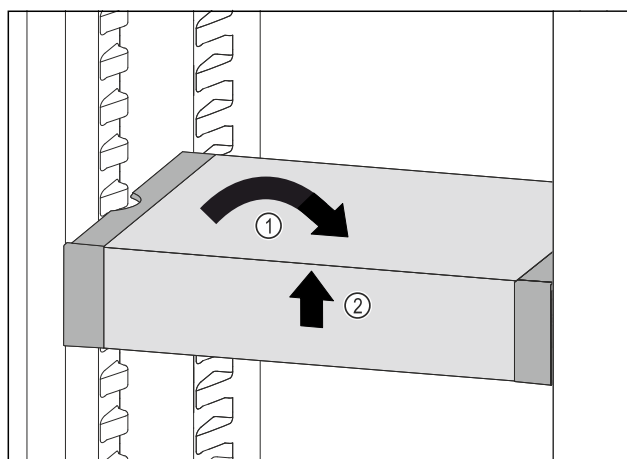

Fig. 106
- ▶ Coloque el VarioSafe en posición recta. Fig. 106 (1)
- ▶ Levante el VarioSafe por delante. Fig. 106 (2)